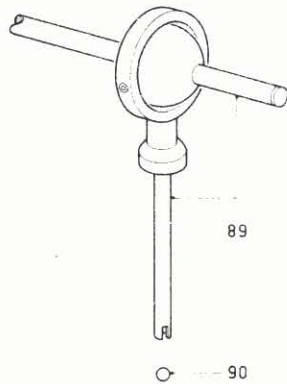
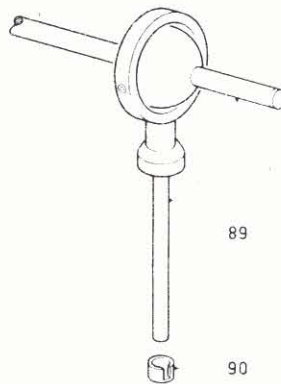

Fig. 1
Fig. 2
Vanaf stempeling AH04 527 wordt voor de PU arm 89 een gewijzigde uitvoering toegepast. Het oude type PU arm-as (zie Fig.1) was uitgevoerd met een kogel pos.90. De nieuwe as (zie Fig.2) is uitgevoerd met een taats, bestelnummer 4822 462 70484.